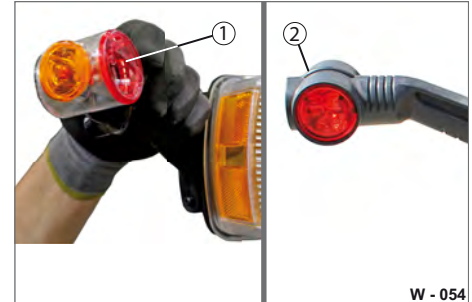

Abb. 61 Gummiarm aufstülpen
- ▶ Schrauben Sie den Leuchtkörper (Abb. 61/1) mit der Verschraubung (Abb. 59/3) auf. Achten Sie, dass die Dichtung richtig sitzt.
- ▶ Stülpen Sie den Gummiarm (Abb. 61/2) über den Leuchtkörper.